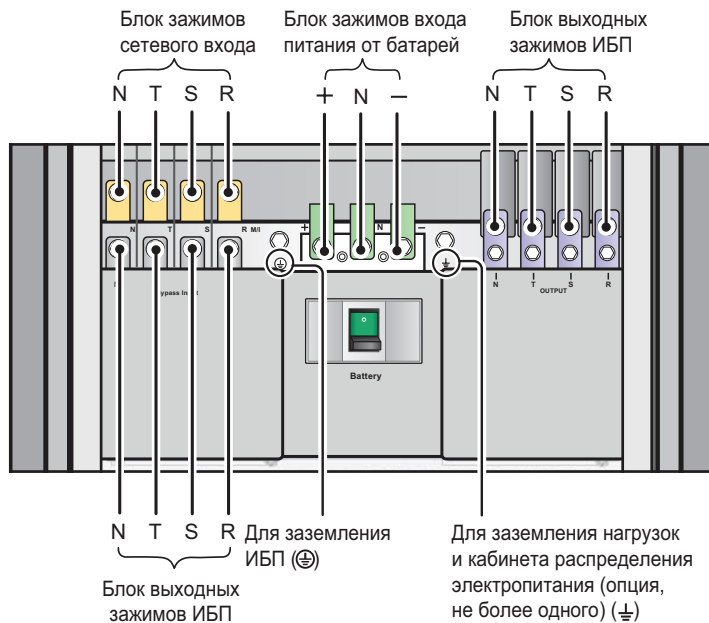
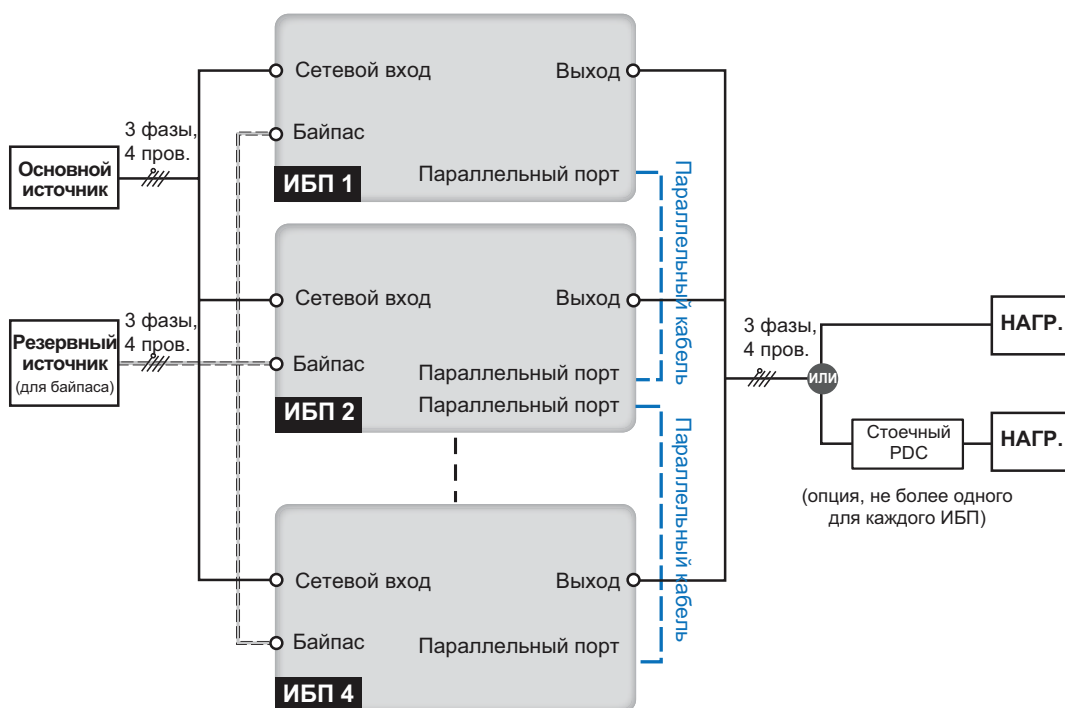

Рис. 5-8. Схема подключения в конфигурации с двумя входами (одиночный ИБП)
Рис. 5-10. Схема подключения в конфигурации с двумя входами (система с параллельными ИБП)
3. Подключите к блоку зажимов ИБП электросеть переменного тока (к сетевому входу) и резервный источник питания переменного тока (к входу байпаса), нагрузку, кабинет распределения электропитания и внешний батарейный кабинет. См. **Рис. 5-8**. Следуйте указаниям Руководства по эксплуатации PDC относительно монтажа, подключения, вентиляции и работы с этим устройством. В автономном режиме необходимо использовать либо внешний батарейный кабинет (не более четырёх), либо батарейный модуль (опция, не более четырёх). Одновременное использование батарейных кабинетов и батарейных модулей запрещается! Подключать ИБП одновременно к PDC и непосредственно к нагрузкам запрещается. Более подробная информация изложена в разделах **5.6 Внешний батарейный кабинет** и **5.7 Батарейный модуль**.
4. Нейтральный проводник источника переменного тока, подключённого к входу байпаса, подключите к зажиму нуля (N) сетевого входа.
3. Подключите к блоку зажимов ИБП электросеть переменного тока (к сетевому входу) и резервный источник питания переменного тока (к входу байпаса), нагрузку, кабинет распределения электропитания и внешний батарейный кабинет. См. **Рис. 5-8** и **Рис. 5-10**. Следуйте указаниям Руководства по эксплуатации PDC относительно монтажа, подключения, вентиляции и работы с этим устройством. В автономном режиме используется либо внешний батарейный кабинет (не более четырех), либо опциональный батарейный